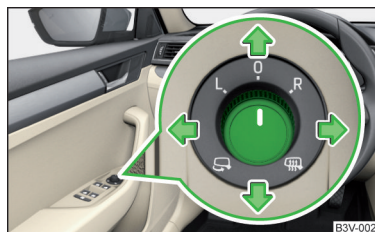

Fig. 67
► Mover el botón giratorio en la dirección de las flechas » fig. 67.